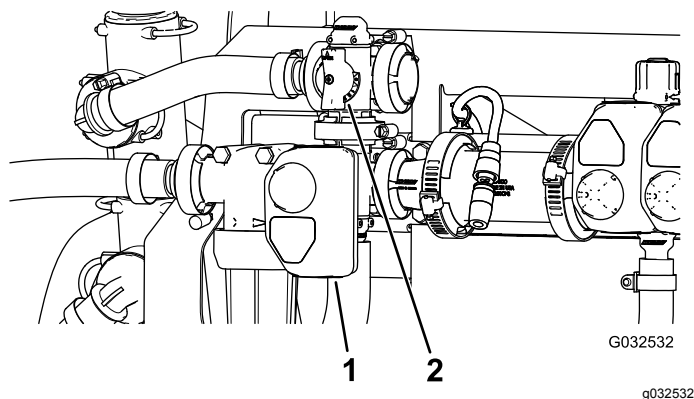

Figure 48
10. Réglez la vanne de dérivation d'agitation (Figure 48) à l'arrière de la vanne d'agitation jusqu'à ce que la pression indiquée soit 689 kPa (100 psi).